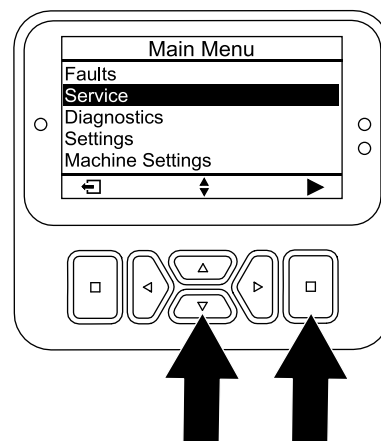

Figura 95
4. Pulse el botón Bajar hasta que quede seleccionada la opción MANTENIMIENTO, luego pulse el botón Seleccionar (Figura 95).